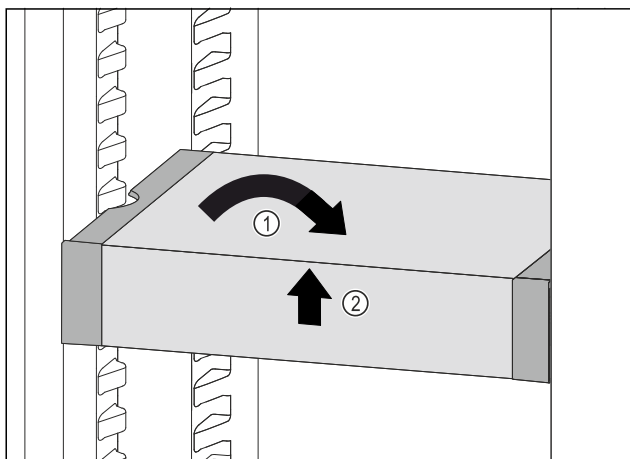

Fig. 138
- VarioSafe postavte rovně. Fig. 138 (1)
- VarioSafe vpředu zvedněte. Fig. 138 (2)